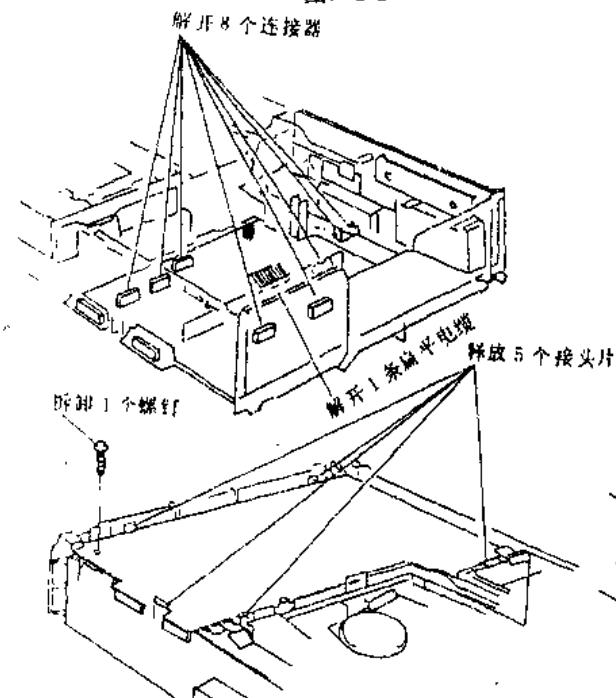

图 1-4
④解开 8 个接续器和 1 条扁平电缆，如图 1-4 所示。
⑤拆卸 1 个螺钉并释放 5 个接头片，如图 1-4 所示。
(3) 拆卸调谐器/中频部件
③拆卸主电路板，见图 1-4。